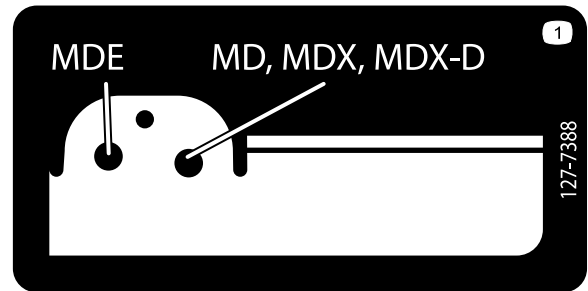

Figura 23
6. Identifique que orifício externo – e suportes de elevação internos do passador de forquilha para o accionador de elevação – está localizado para o seu tipo de máquina. Consulte o autocolante do suporte interno (Figura 23).